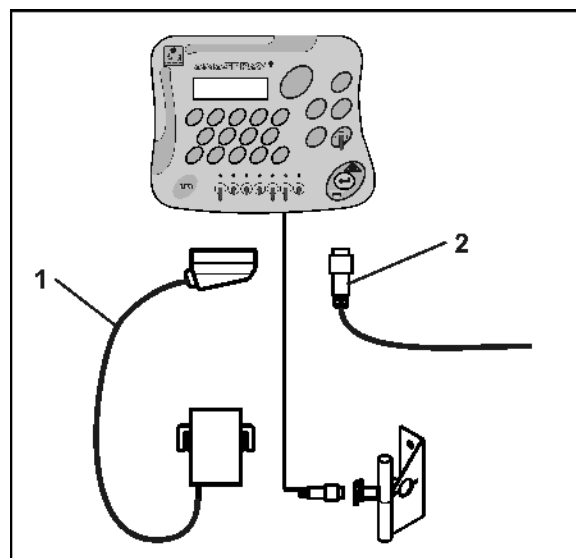

Fig. 3
1. Branchez la machine attelée / portée en utilisant la prise de connexion à la machine (Fig. 3/1).
Branchez le câble signal de la prise de signaux informatiques du tracteur ou du capteur X (Fig. 3/2) sur l'AMASPRAY+.